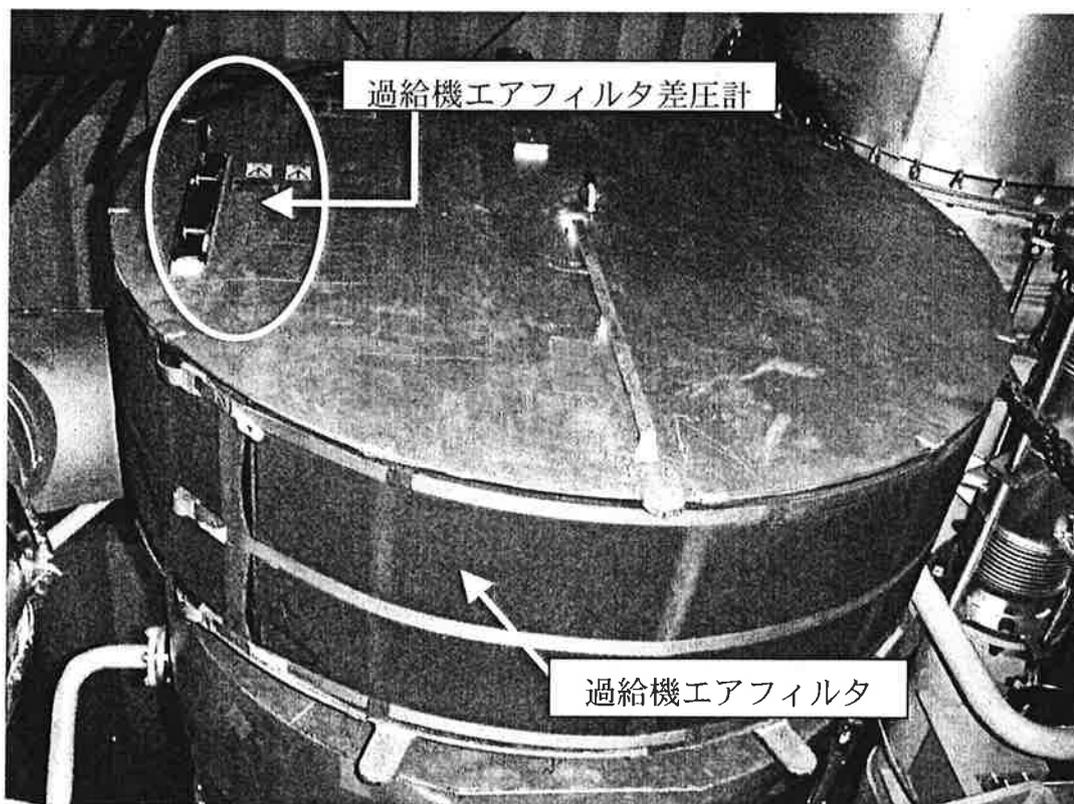

図1 サイレンサフィルタ差圧計
- ① 機関運転中、過給機エアフィルタ差圧が大きくなると異常燃焼が発生し機関を破損する場合があります。フィルタ差圧は定期的に点検下さい。
- ② 洗浄時期
- (1) フィルタ圧力損失が200mmAqを超えたら必ず実施下さい。（図1参照）
- (2) 少なくとも2ヶ月に1度は実施下さい。
- ③ 過給機エアフィルタの交換・洗浄を実施する場合、別冊の過給機取扱い説明書・サービス通報を参照しながら実施下さい。